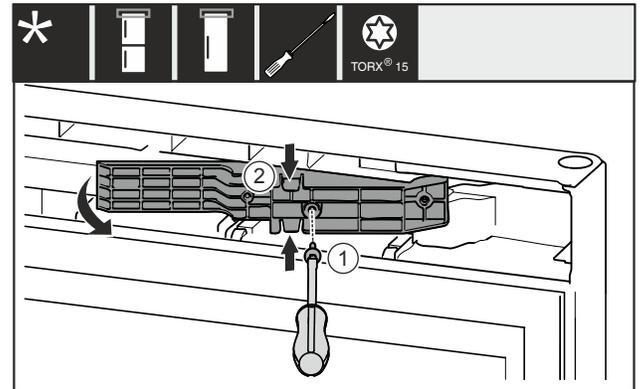

Fig. 11 \*
- Retirer la vis Fig. 11 (1).\*
- Compresser légèrement l'adaptateur Fig. 11 (2) par le haut et le bas et le retirer.\*